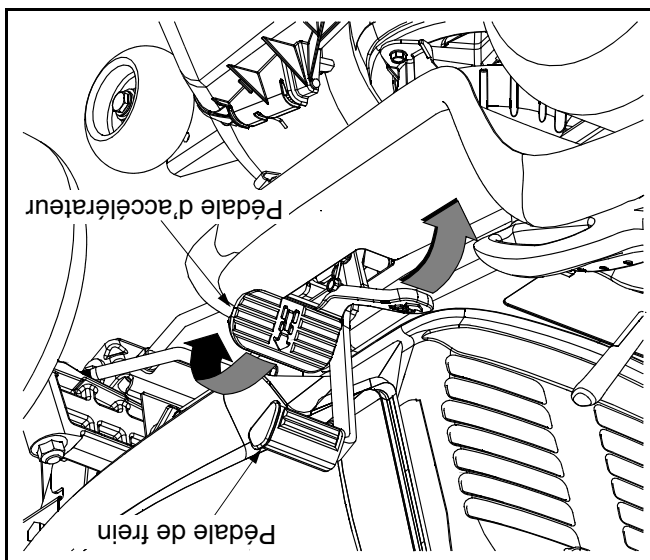

Figure 10
l'obtention de la vitesse désirée. Voir la Figure 10.
interne de votre pied (et pas votre talon) jusqu'à l'obtention de la pédale d'accélérateur avec la partie inférieure de la pédale d'accélérateur sur la partie vous, puis appuyez lentement sur la partie supérieure de la pédale d'accélérateur jusqu'à l'obtention de la vitesse désirée. Voir la Figure 10.
- Pour vous déplacer en MARCHÉ AVANT, appuyez lentement sur la partie supérieure de la pédale d'accélérateur jusqu'à l'obtention de la vitesse désirée. Voir la Figure 10.
- Pour vous déplacer en MARCHÉ ARRIÈRE, assurez-vous qu'il n'y a pas d'obstruction derrière, puis appuyez lentement sur la partie inférieure de la pédale d'accélérateur jusqu'à l'obtention de la vitesse désirée. Voir la Figure 10.